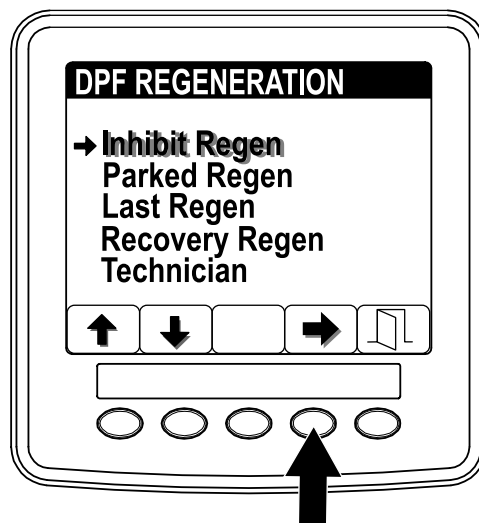

Figure 43
1. Ouvrez le menu DPF Regeneration, appuyez sur le bouton 1 ou 2 et naviguez jusqu'à l'option INHIBIT REGEN (interdiction de régénération) (Figure 43).
2. Appuyez sur le bouton 4 pour sélectionner l'option Inhibit Regen (Figure 43).